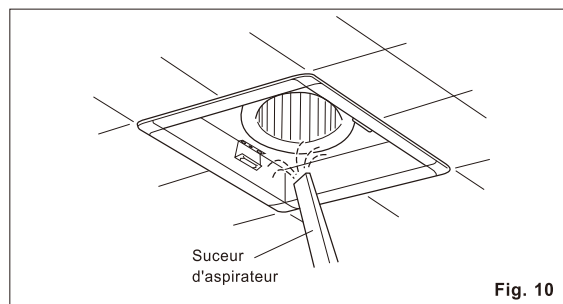

Fig. 10
3. Avec un aspirateur, dégagez toute accumulation de graisse et de saleté sur le ventilateur. (Fig. 10)